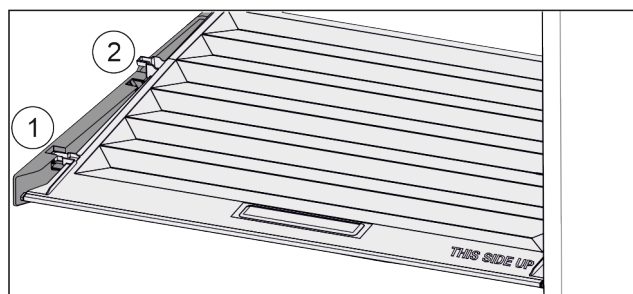

Fig. 108
- ▶ Потянуть крышку до отверстия в поддерживающих деталях вперед Fig. 108 (1).
- ▶ Поднять сзади снизу и извлечь Fig. 108 (2) движением вверх.